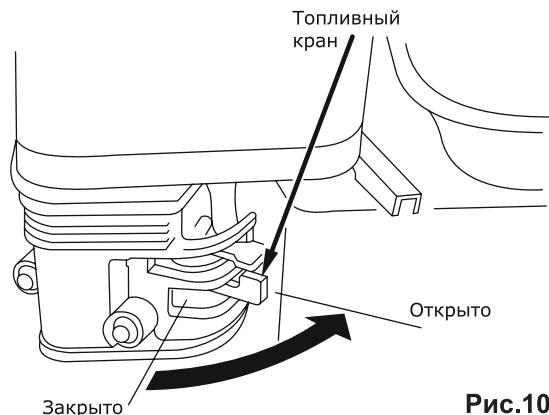

Рис.10
- Поверните топливный кран в положение «Открыто» (рис. 10)